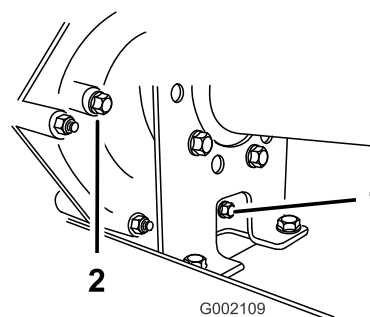
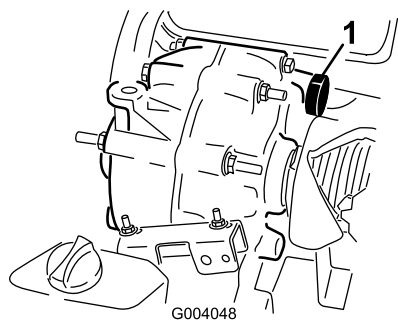

Рисунок 46
Рисунок 47
1. Тщательно протрите место вокруг пробки заливного отверстия ветошью (Рисунок 46).
2. Снимите пробку заливного отверстия, повернув ее против часовой стрелки (Рисунок 46).
3. Проконтролируйте уровень масла в трансмиссии через заливное отверстие трансмиссии, из которого снята пробка (Рисунок 46).
5. Установите и затяните пробку заливного отверстия с прокладкой в заливное отверстие трансмиссии (Рисунок 46).
1. Тщательно протрите места вокруг пробок заливного и сливного отверстий ветошью (Рисунок 46).
3. Снимите пробку заливного отверстия, повернув ее против часовой стрелки (Рисунок 46).
4. Снимите пробку заливного отверстия, повернув ее против часовой стрелки (Рисунок 46).
5. Установите и затяните пробку сливного отверстия с прокладкой в сливное отверстие трансмиссии (Рисунок 46).
- Долейте в бак (Рисунок 47) через заливное отверстие приблизительно 1,4 л масла указанного типа или пока уровень масла в трансмиссии не станет на уровне нижней части резьбы. (Рисунок 46).
- Установите и затяните пробку заливного отверстия с прокладкой в заливное отверстие трансмиссии (Рисунок 46).
- Проверьте уровень масла и долейте его, если уровень масла ниже нижней части резьбы заливного отверстия (Рисунок 46).